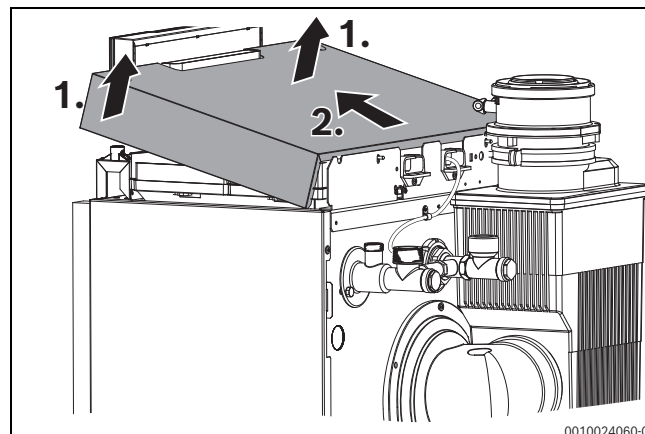

Bild 36 Kesselhaube abnehmen
- Kesselhaube im vorderen Bereich nach oben anheben und dann nach vorne abnehmen (→ Bild 36).